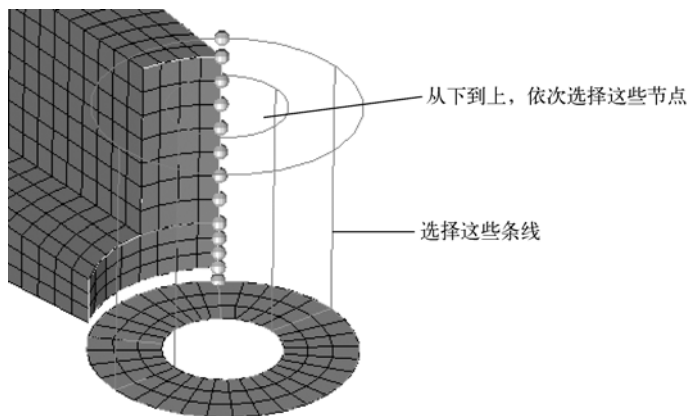

图 5-40 扫略路径节点位置
- (1) 通过以下任一种方式进入 solid map 面板。
- (2) 进入 general 子面板。
- (3) 选择 source geom: (none)。
- (4) 选择 along geom: mixed。
- (5) 在 along geom: mixed 栏下，单击 lines 按钮。
- (6) 选择如图 5-40 所示线。
- (7) 单击 node path 按钮将其激活。
- (8) 顺序选择如图 5-40 所示节点。共有 13 个节点，起始节点位于 boss 壳单元，然后是 arm_straight 组件边沿上的节点，终止节点位于 boss 上面投影的节点。